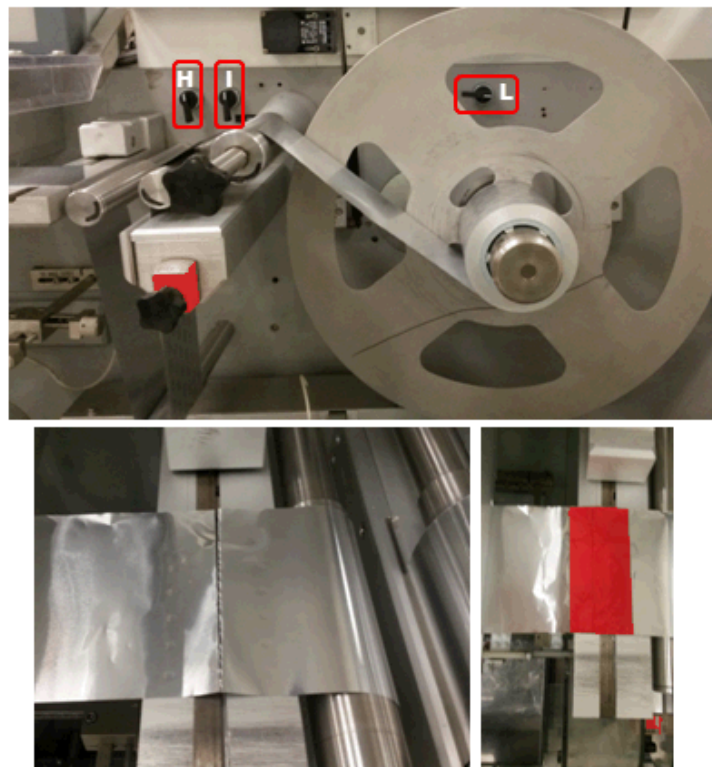

Figura 4
- Aprire il carter e impostare le manopole **H** e **I** (figura 4) in posizione orizzontale.
- Tagliare l'alluminio, impostare la manopola **L** (figura 4) in posizione verticale e la manopola **I** nella posizione verticale di partenza e allontanare la bobina di alluminio da sostituire.